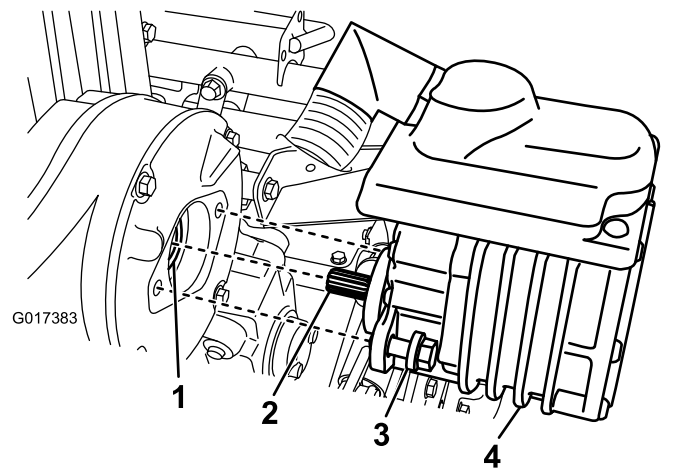

Figura 35
2. Rimuovete i 2 bulloni che fissano il motore alla scatola di trasmissione (Figura 35).
4. Aggiungete da una a due pompate di grasso con l'apposita pistola all'accoppiatore femmina nella scatola di trasmissione (Figura 35).